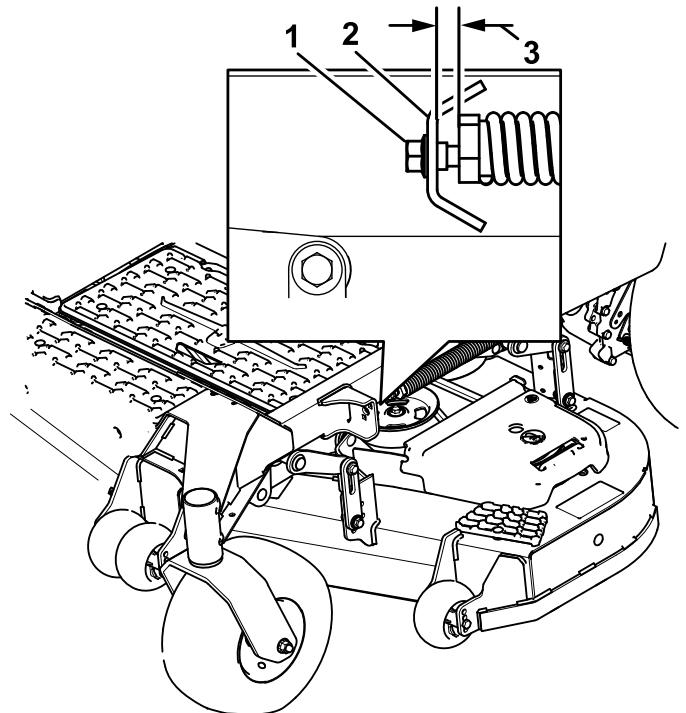

Figure 96
10. Desserrez lentement la vis de réglage sur le ressort d'aide au levage jusqu'à ce que vous puissiez enlever la vis (Figure 96).